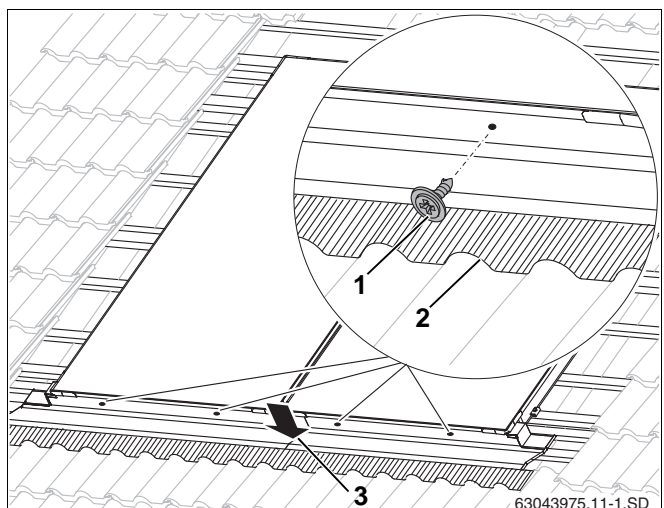

Fig. 47 Fastgørelse af de nederste plader
- ▶ Fastgør pladerne med skruer (12 mm lange, fig. 47, **pos. 1**) og tætningsskiver.
- ▶ Tryk dækpladen, der ligger øverst, ned på den underliggende plade (fig. 47, **pos. 3**).
- ▶ Tilpas forsigtig skørtet efter tagstenenes kontur i det forreste område (fig. 47, **pos. 2**).